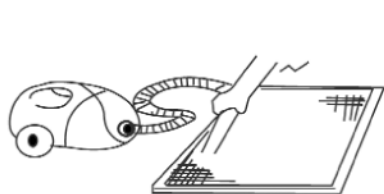

рис.1
- При очистке решетки пылесосом, она должна лежать воздухозаборной стороной вверх (см. Рис. 1)